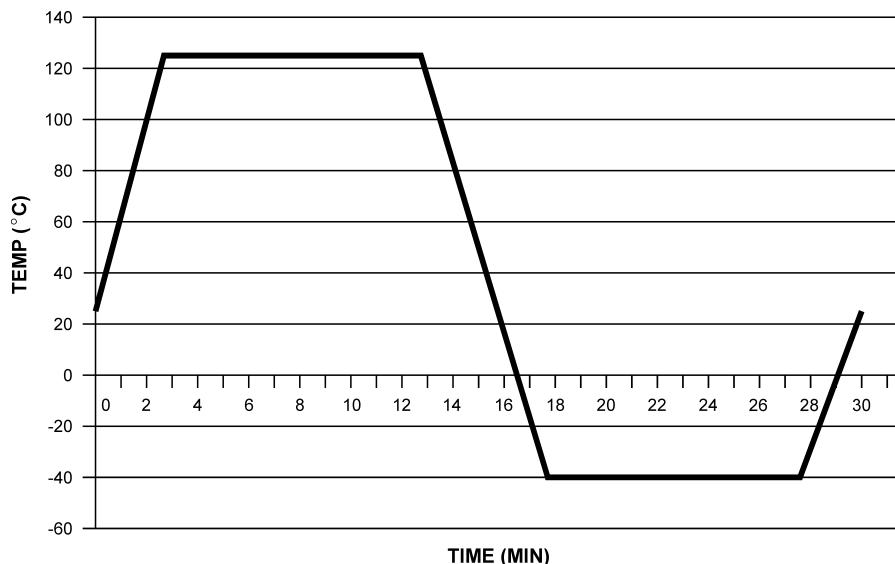

FIGURE 3. Thermal cycling profile specified for the -40 to 125°C profile with 5 minute ramp and 10 minute hold times.
1. 温度サイクル試験：“Guidelines for Accelerated Reliability Testing of Surface Mount Solder Attachments”(表面実装部品の加速信頼性試験のガイドライン)と題された IPC-SM-785 規格に基づき試験を行いました。その試験結果を、Figure 3 ~ 4、Table 3 ~ 5 に示します。